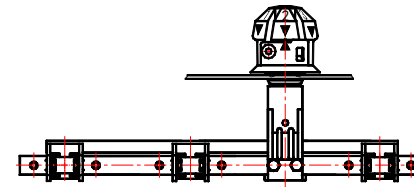
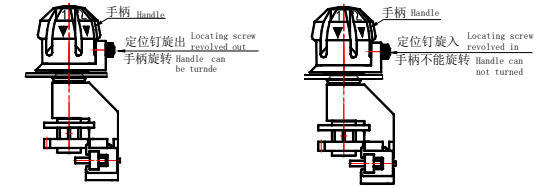

图 1.1 Drawing 1.1
图 1.2 Drawing 1.2
5.1 切勿将手轮拉起! (见图 1.1)
分接开关在改变开关档位时, 将定位钉旋出到行程的终端, 旋转手轮 (但不要将手轮拉起) 时需稍加用力 (因开关定位器与定位齿轮在旋转时产生了摩擦力, 增加了转动力矩。)到所需的档位后, 微调, 检查并确定手轮上与定位座上的两个箭头相互对准 (见图 1.1)。将定位钉旋入手轮槽口中, 使手轮无法转动 (见图 1.2)。
当开关的调压方式为中性点或端部时, 因开关动触片在每档上只包含一个静触头的特点, 调档位时会有两次到档的感觉。开关调档后检查并确定手轮上与定位座上的两个箭头相互对准 (见图 1.1)。将定位钉旋入手轮槽口中, 使手轮无法转动 (见图 1.2)。